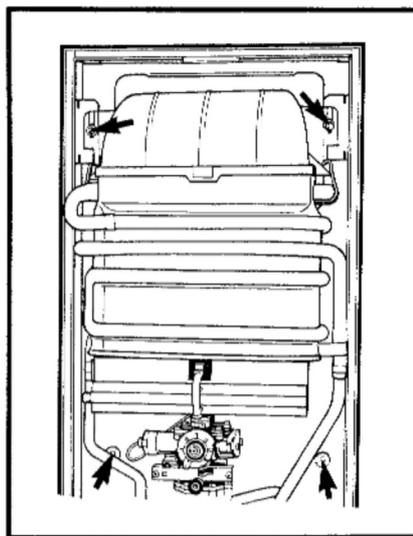

Fig. 6
- Utiliser le chauffe-bain comme gabarit de pose, afin de marquer les points de fixation, percer et cheviller le mur et placer les 2 pitons supérieurs en position (fig. 6).